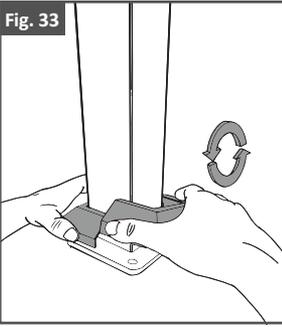

Fig. 34
4. Assurez-vous que le verrou à goupille de la deuxième moitié du cache-base s'insère dans la fente appropriée de la première moitié du cache-base, comme illustré à la fig. 34.